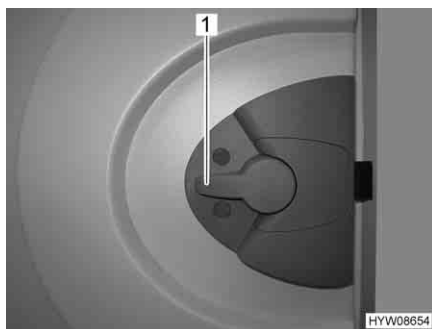

Fig. 28 Serratura della porta (porta di ingresso, lato interno)
- Apertura:** ■ Premere la maniglia della porta (Fig. 28,1) verso il basso.